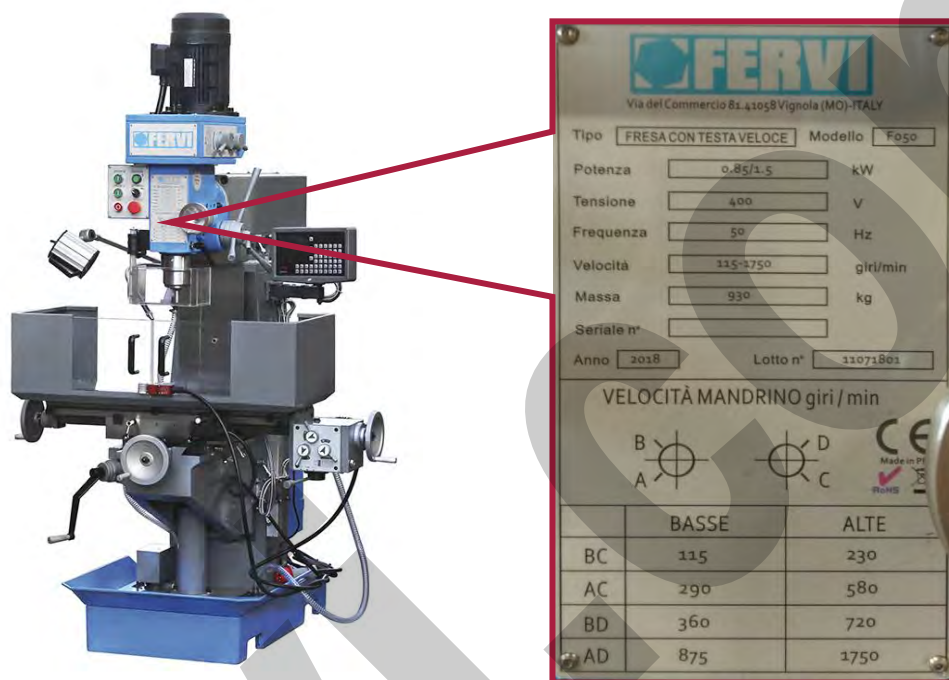

Figura 3 – Targa di indicazione della velocità di rotazione del mandrino.
1. Leggere la configurazione delle leve associata alla velocità di rotazione desiderata sulla targhetta in Figura 3.